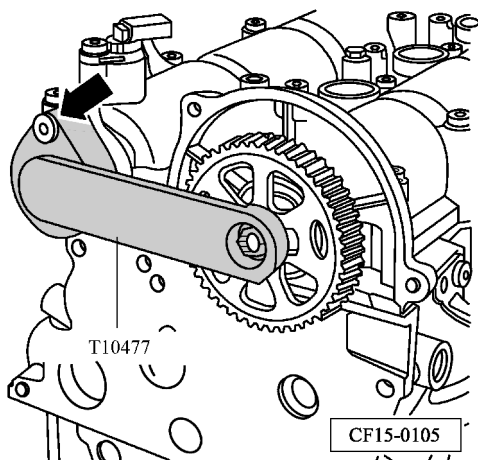

图 1-137 T10477 - 插入凸轮轴的不对称凹槽内
15) 将凸轮轴固定装置 T10477 插入凸轮轴的不对称凹槽内, 直至限位位置如图 1-137 所示。